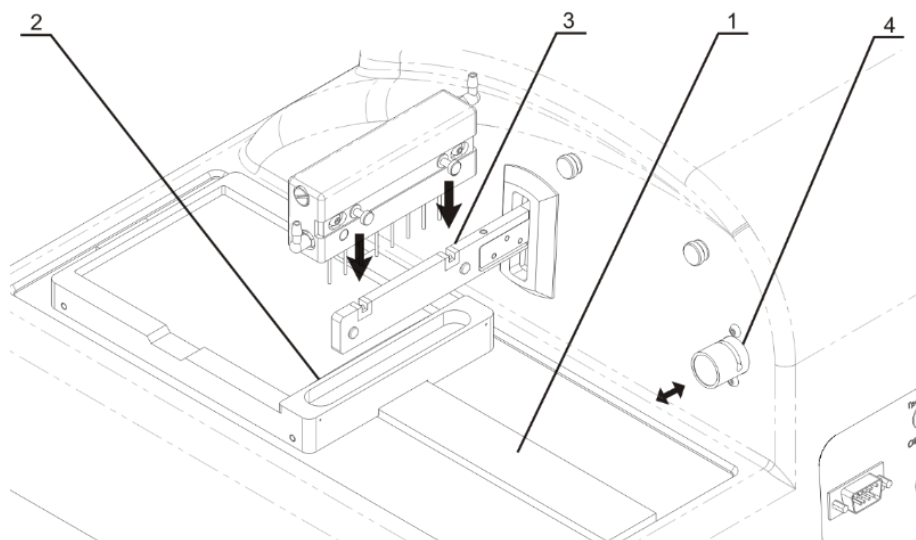

Рисунок 3. Подготовка прибора к работе.
4.3.4 Установите каретку на рельс (рис. 3/1), расположенный на платформе прибора, так, чтобы держатель планшета (плоская пружина) был направлен к задней стенке прибора (рис. 3/2). Магнит в нижней части каретки притянет ее в исходную позицию.
4.3.6 Установите промывочную гребёнку в пазы держателя (рис. 3/3). Магниты в гребёнке и держателе соединят и выравнивают гребёнку.
4.3.8 Проведите подающую трубку промывочной гребенки (рис. 3/2) в прорезь клапана (рис. 3/4). Нажмите на клапан по направлению стрелки и, удерживая его, немного растяните трубку, поместите ее в прорезь и отпустите клапан.
Примечание. При использовании планшетов FastFRAME, снимите держатель планшета (рис. 3/2), а после работы верните его на место.